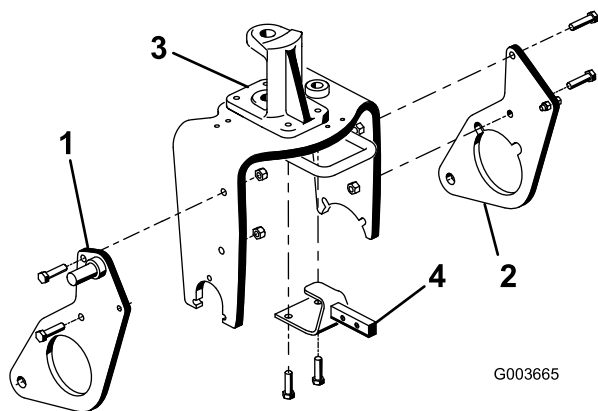

Figure 6
- Montez sans serrer la plaque de support droite sur le côté droit de la fourche de roue pivotante avec 2 boulons (1/2 x 2 pouces) et contre-écrous, comme illustré à la Figure 6. Ne serrez pas les fixations.
- Répétez la procédure pour la plaque de support gauche (Figure 6).
- Enlevez et mettez au rebut les 2 boulons qui fixent le pivot de direction avant au sommet de la fourche de roue pivotante (Figure 6).
- En vous aidant des trous de montage du pivot de direction et de la fourche de roue pivotante, fixez le support du bâti d'attelage à la face inférieure de la fourche au moyen de 2 boulons (1/2 x 1-3/4 pouces) (Figure 6). Il faudra peut-être dégonfler partiellement le pneu pour faciliter cette opération.